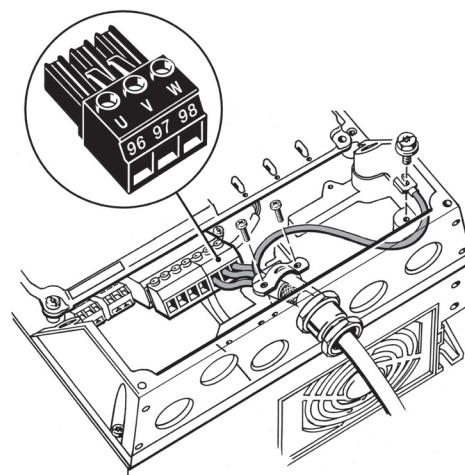

Рис. 13 Подключение двигателя, корпус A5
- Подключите заземляющий провод к клемме 99 (PE). См. рис. 13.
- Подключите провода двигателя к клеммам 96 (U), 97 (V), 98 (W) соединителя двигателя.